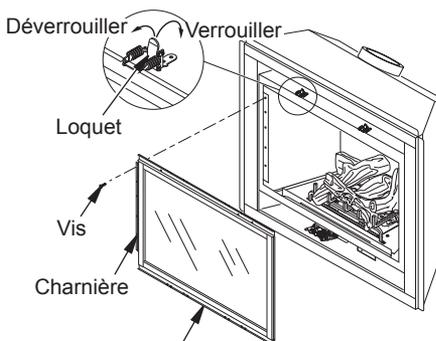

Figure 40 - Retrait/mise en place de la porte en verre
2. Tirez vers le haut sur les loquets pour déverrouiller. Il y en a deux au-dessus de la chambre de combustion et deux en-dessous qui maintiennent la porte en verre en place (voir figure 40).
3. Tout en tenant la porte en verre pour l'empêcher de tomber, retirez les 5 vis de la charnière sur le côté gauche de l'assemblage de l'encadrement de la porte (voir figure 40).
5. Fermez la porte en verre et son encadrement. Verrouillez les loquets en plaçant la barre sous la languette sur la porte et en poussant doucement vers le bas et l'arrière sur le loquet (voir figure 40).